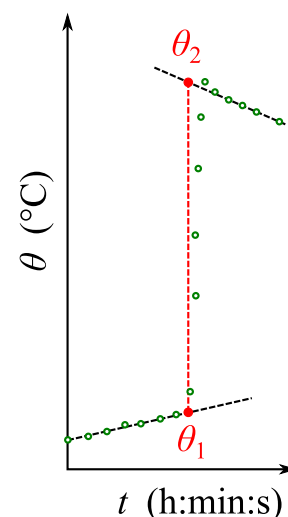

Abbildung 1: Bestimmung der idealisierten Temperaturen θ_1 und θ_2 mittels Extrapolation aus den Messdaten (grüne Punkte)
a) Stellen Sie in einer *hohen* Graphik die gemessenen Temperaturen θ als Funktion der Zeit t dar (Abb. 1). Bestimmen Sie die Temperaturen θ_1 und θ_2 zum Zeitpunkt der Nietenzugabe. Rechnen Sie dann, als ob der Sprung augenblicklich von θ_1 nach θ_2 erfolgt.